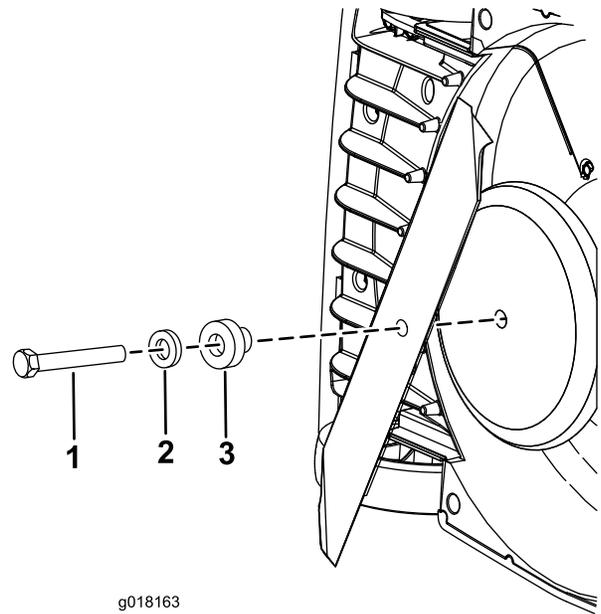

Figura 23
5. Retire o parafuso, a anilha e o espaçador, depois retire a lâmina (Figura 23).
7. Fixe a nova lâmina no lugar com o parafuso, a anilha e o espaçador anteriormente retirados (Figura 23).